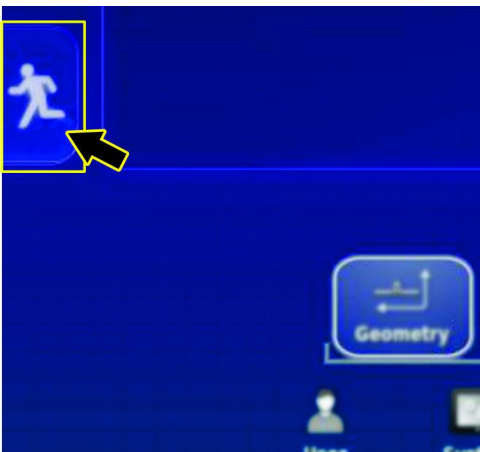

Рисунок 196
3. Нажмите на значок ВЫХОДА ИЗ НАСТРОЕК (Рисунок 196).